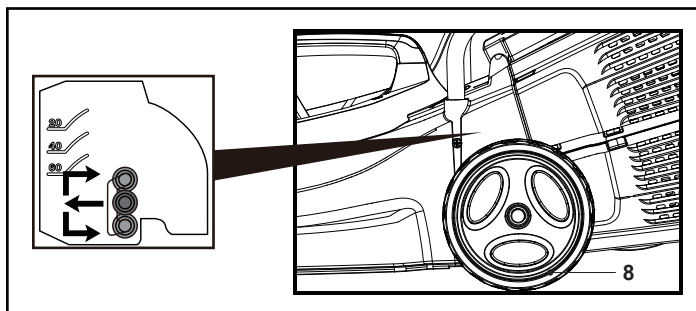

Fig. 9
3. Alege o fantă și introdu axul roții (8) (fig. 9).